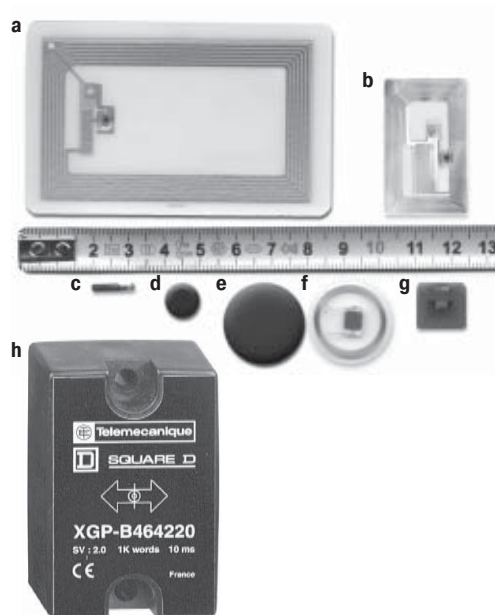

Рис. 33: Примеры RFID меток разных применений
- идентификационная карточка типа кредитной карты для контроля доступа (см. Рис. 33а на следующей странице)